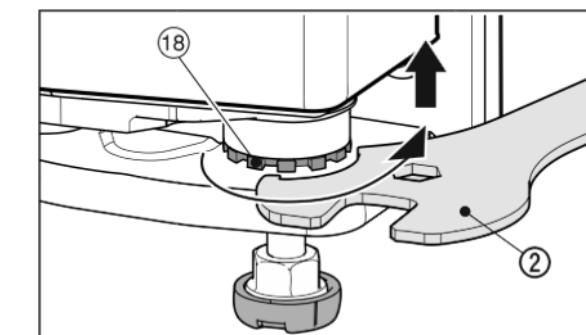

Fig. 18
- ▶ Чтобы поднять дверцу, выверните вправо опорный палец Fig. 18 (18) с помощью прилагаемого вильчатого ключа Fig. 18 (2). При поставке опорный палец полностью включен.